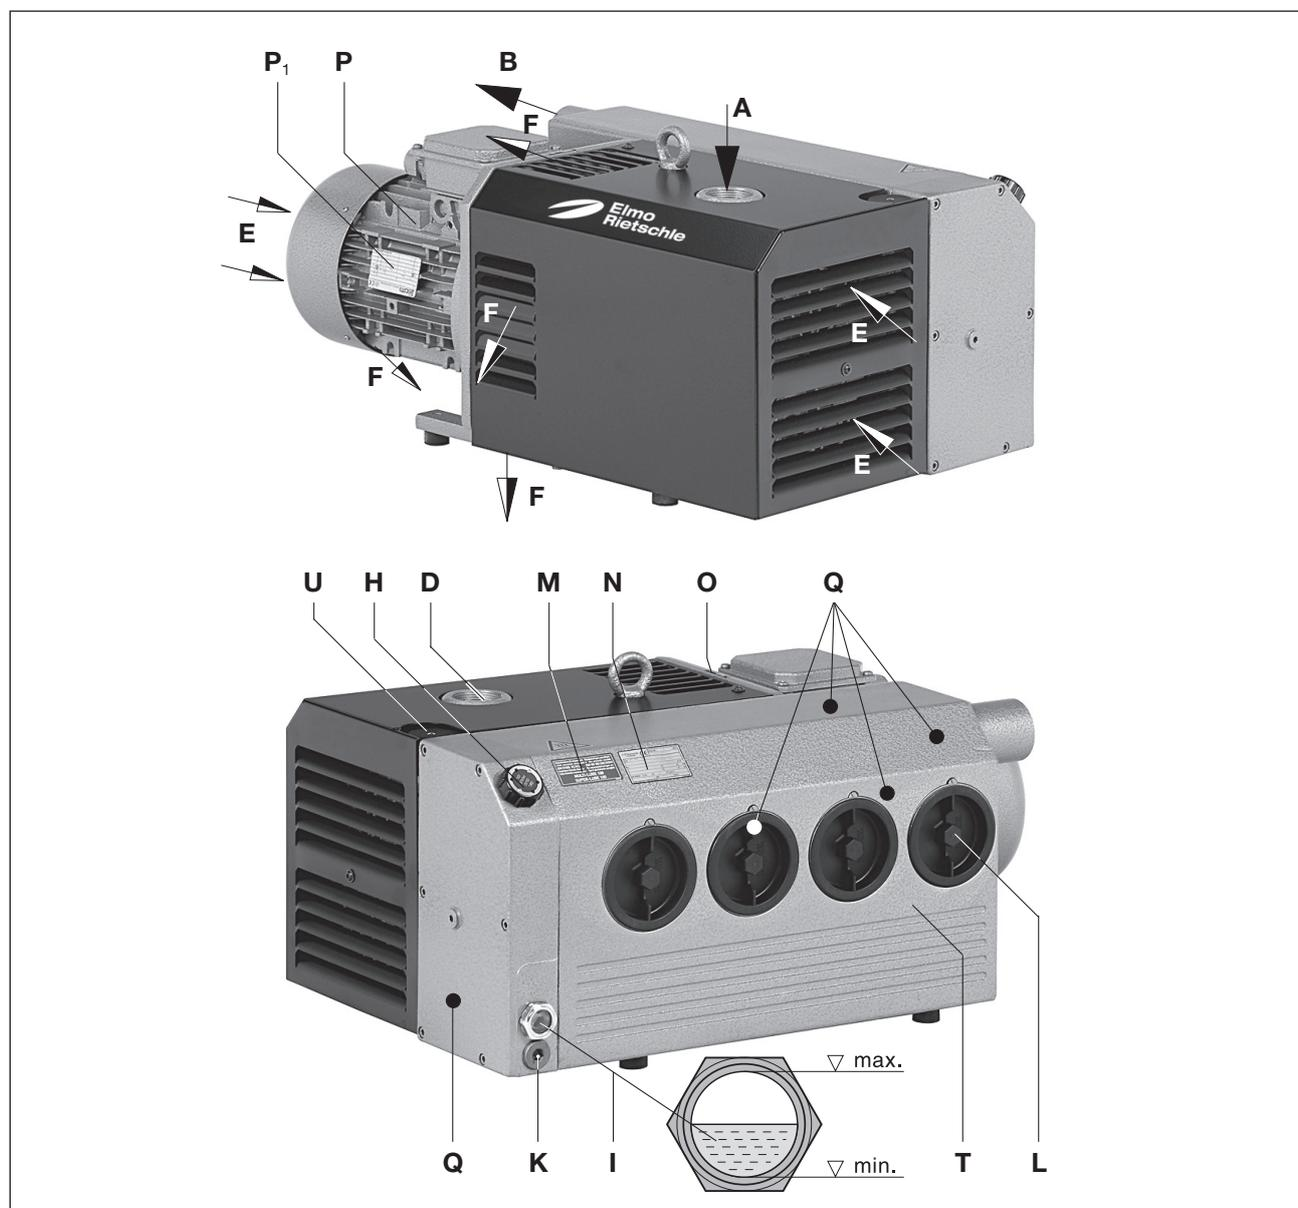

Fig. 2 Pompa per vuoto V-VC 50 - V-VC 150
Una valvola zavorra gas di serie (Fig. 2/U) impedisce la condensazione di vapore acqueo all'interno della pompa calda in caso di aspirazione di quantitativi di vapore esigui. In caso di molto vapore acqueo è possibile prevedere un aumento della zavorra gas (opzione). L'azionamento delle pompe avviene attraverso un giunto attraverso motori trifase a norma flangiati.
Corpo filtro (Fig. 2/D), riempimento olio (Fig. 2/H), finestrella ispezione olio (Fig. 2/I), scarico olio (Fig. 2/K), zavorra gas (Fig. 2/U) e corpo separatore olio (Fig. 2/T) devono essere facilmente accessibili.
Gli ingressi (Fig. 2/E) e le uscite (Fig. 2/F) dell'aria di raffreddamento devono avere una distanza di almeno 30 cm dalle pareti vicine. L'aria di raffreddamento fuoriuscita non deve essere riaspirata. Per i lavori di manutenzione prevedere una distanza di 40 cm intorno alla macchina.
La chiusura o il restringimento delle aperture di sfiato (Fig. 2/B) può causare lesioni gravi anche mortali!
L'apertura dell'aria di scarico (Fig. 2/B) non deve essere chiusa né ristretta.
- a) Il collegamento del vuoto (Fig. 2/A) si trova sulla flangia aspirazione (Fig. 2/D).
- b) L'aria aspirata può essere soffiata attraverso l'apertura dell'aria di scarico (Fig. 2/B) o eliminata attraverso il tubo ossia la tubatura.
- a) Inserire l'olio lubrificante (tipi adatti vedi cap. "Manutenzione") attraverso l'apertura di riempimento (Fig. 2/H) fino al bordo superiore della finestrella di ispezione (Fig. 2/I).
- a) I dati elettrici del motore sono indicati sulla targhetta dati (Fig. 2/N) o sulla targhetta dati motore (Fig. 2/P₁). I motori sono conformi a DIN EN 60034 e sono eseguiti con classe di protezione IP 55 e classe isolamento F. Lo schema di collegamento è situato nella morsettiera del motore (non si applica nella versione con collegamento a spina). I dati del motore devono essere confrontati con quelli della rete di alimentazione usata (tipo corrente, tensione, frequenza di rete, amperaggio ammesso).
Durante il funzionamento, le superfici dei componenti (Fig. 2/Q) possono superari i 70 °C. Evitare di toccare le superfici calde (contrassegnate da appositi cartelli)!
- ▷ Il senso di rotazione previsto dell'albero di azionamento è contrassegnato dalla freccia (Fig. 2/O) sulla flangia motore.